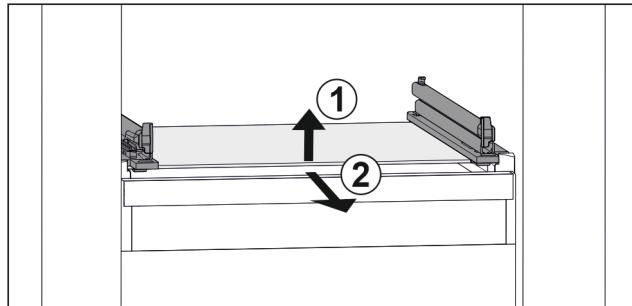

Fig. 41 Примерное отображение стеклянной пластины
- Приподнимите стеклянную пластину спереди. Fig. 41 (1)
- Извлеките стеклянную пластину движением вперед. Fig. 41 (2)